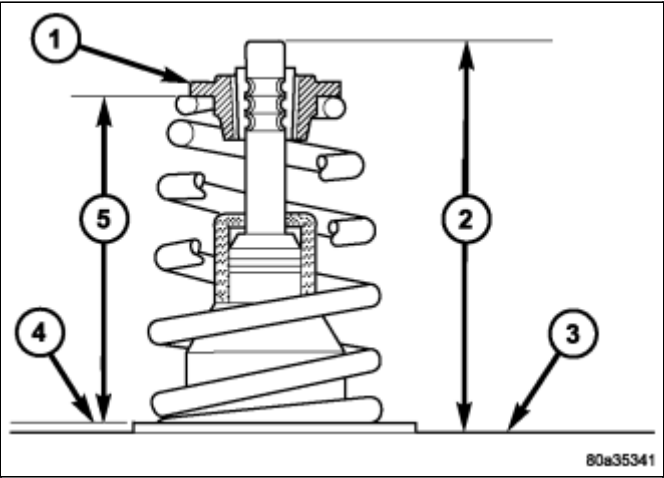

图 1 安装的气门弹簧
- 4. 缓慢释放弹簧张力。 确保挡圈锁正确入位(图 1)。